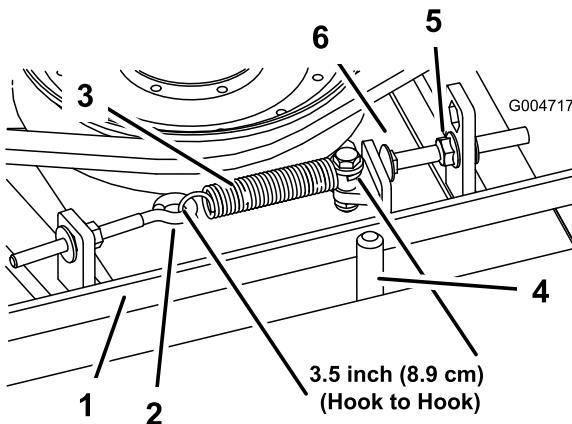

Figure 64
jusqu'à obtenir un jeu approximatif de 3 +1,5/0,0 mm entre la tête du boulon et le bras de la poulie de tension (Figure 64).
**Remarque:** La courroie doit être placée du côté ressort du guide (Figure 64).
2. Desserrez le boulon à œil pour pouvoir enlever le ressort d'extension (Figure 64).
3. Desserrez l'écrou à embase qui fixe le boulon de butée à la patte de montage. Reculez l'écrou suffisamment pour que le bras de la poulie de tension passe le boulon de butée (Figure 64). Éloignez la poulie de tension de la courroie pour détendre cette dernière.
8. Raccrochez le ressort d'extension (Figure 64) au boulon à œil et tendez la courroie comme suit :